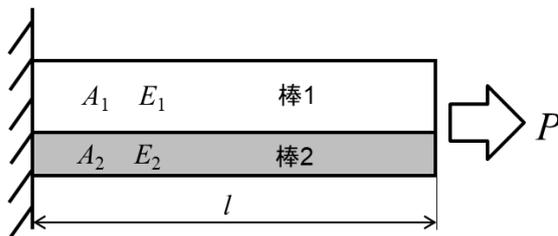
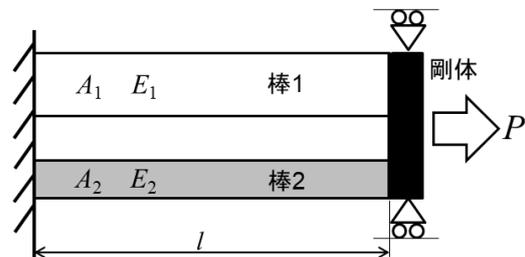

図 A2-1
図 A2-2
- (1) 図 A2-1 に示すとおり、それぞれ一様な断面積 A_1 、 A_2 と縦弾性係数 E_1 、 E_2 をもつ長さ l の 2 本の棒が接合されてできた接合棒が、一端は壁に固定され、他端に引張荷重 P が作用している。このとき、以下の文章の空欄を埋めながら各棒に生じる応力を求めなさい。
図 A2-1 の接合棒は接合部を切り離し、図 A2-2 に示すような剛体に接合された長さ l の 2 本の棒でモデル化することができる。このとき、棒 1 と棒 2 に生じる反力をそれぞれ P_1 、 P_2 とおくと、剛体における力の釣合式は と表せる。一方、棒 1 と棒 2 に生じる伸び λ_1 、 λ_2 は、 P_1 、 P_2 を用いて $\lambda_1 =$ 、 $\lambda_2 =$ と表せる。しかし、二本の棒は剛体で実際は接合されているため自由に伸縮することができない。変形の条件式を λ_1 、 λ_2 を用いて表すと となる。以上から、各棒に生じる応力 σ_1 、 σ_2 を求めると、 $\sigma_1 =$ 、 $\sigma_2 =$ となる。